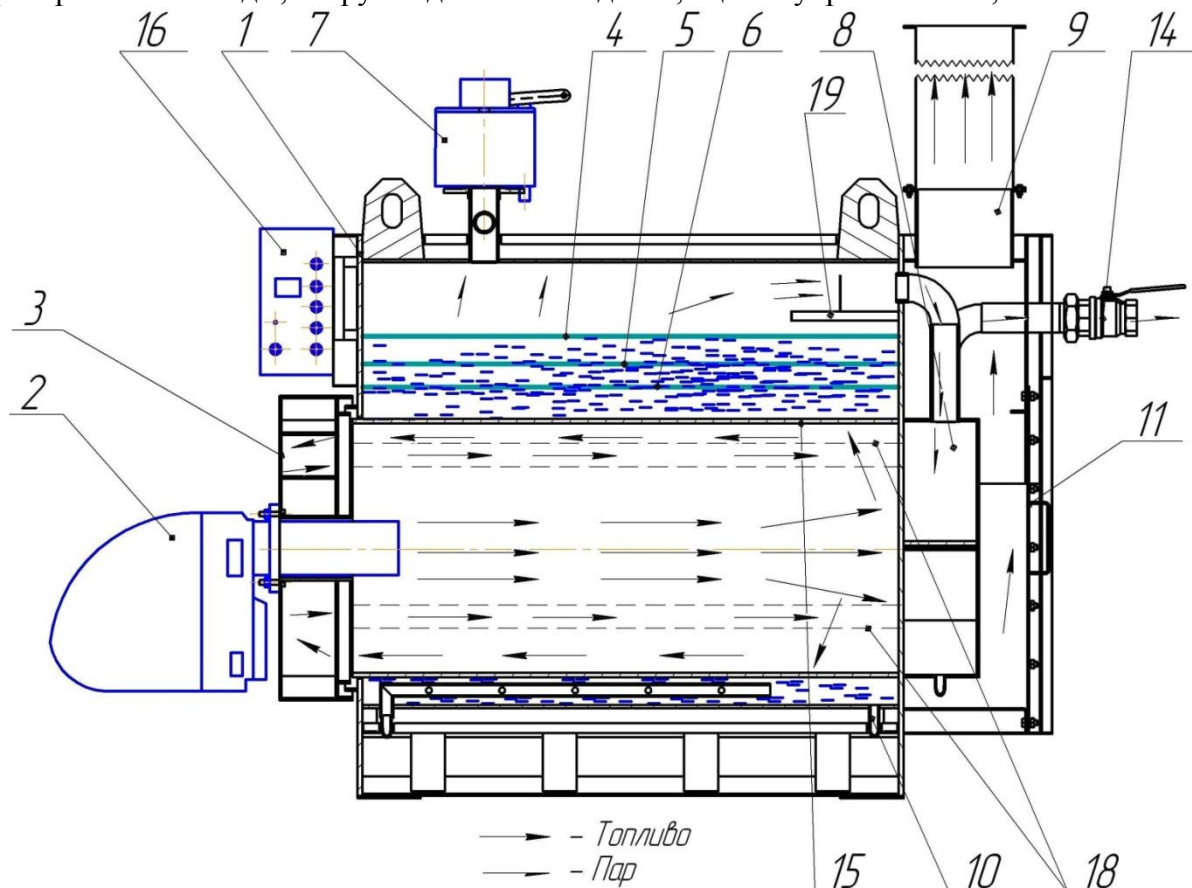

Рис. 1
2.3.1 Котел (рис.1) состоит из корпуса 1, горелки 2, крышки передней 3, крышки задней 11, жаровой трубы 15, трубчатых регистров 18, сепаратора пара 19, пароперегревателя 8, патрубка отбора пара 14, предохранительного клапана 7, дымовой трубы 9, магнитного преобразователя воды, патрубка для слива воды 10, щитка управления 16,
2.3.2. Схематично устройство котла показано на рис. 1.